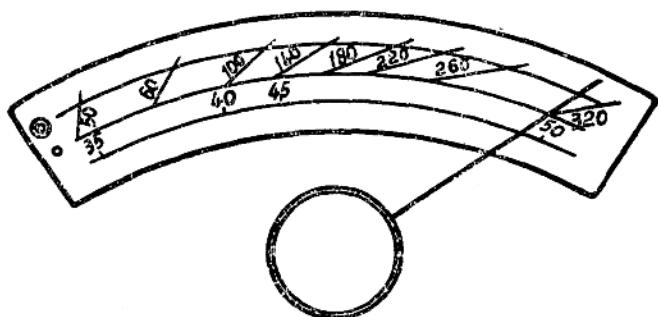

图 1-13 DP320 型电焊机电流刻度板
(2) 细调节。转动手轮改变电阻大小，来调节焊接电流。连接板在实线位置时，看刻度板外圈数字如图 1-13 所示。连接板在虚线位置时，看刻度板内圈数字。